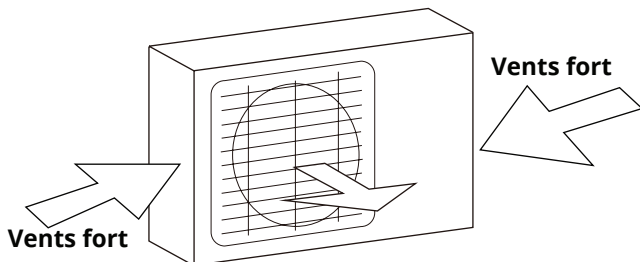
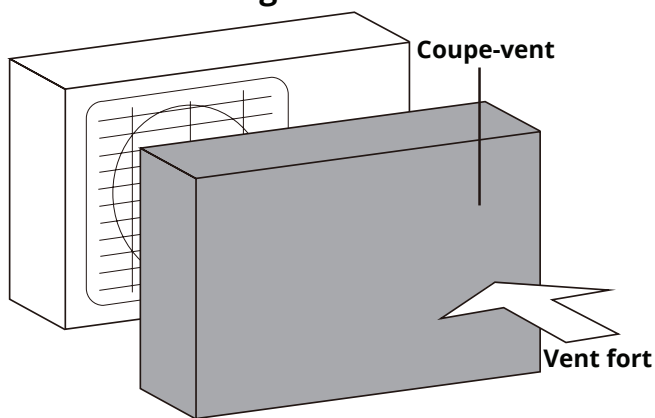

Fig. 5.2
Fig. 5.3
**Si l'unité est exposée à un vent fort :** Installez l'appareil de façon à ce que le ventilateur de sortie d'air soit à un angle de 90° par rapport à la direction du vent. Si nécessaire, construisez une barrière devant l'appareil pour le protéger des vents extrêmement forts. Assurez-vous que le pare-vent ne bloque pas le flux d'air nécessaire, voir Fig. 5.2 et Fig. 5.3.